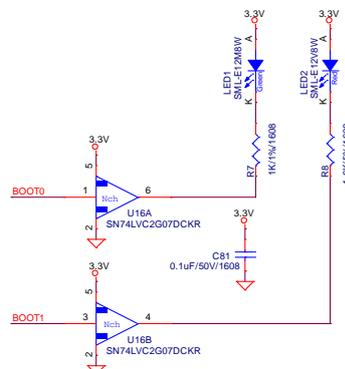

Figure 2-7 R9A06G061 の送信・受信の状態を示す LED の搭載例
- R9A06G061 の送信・受信の状態を示す LED の搭載例を Figure 2-7 に示します。